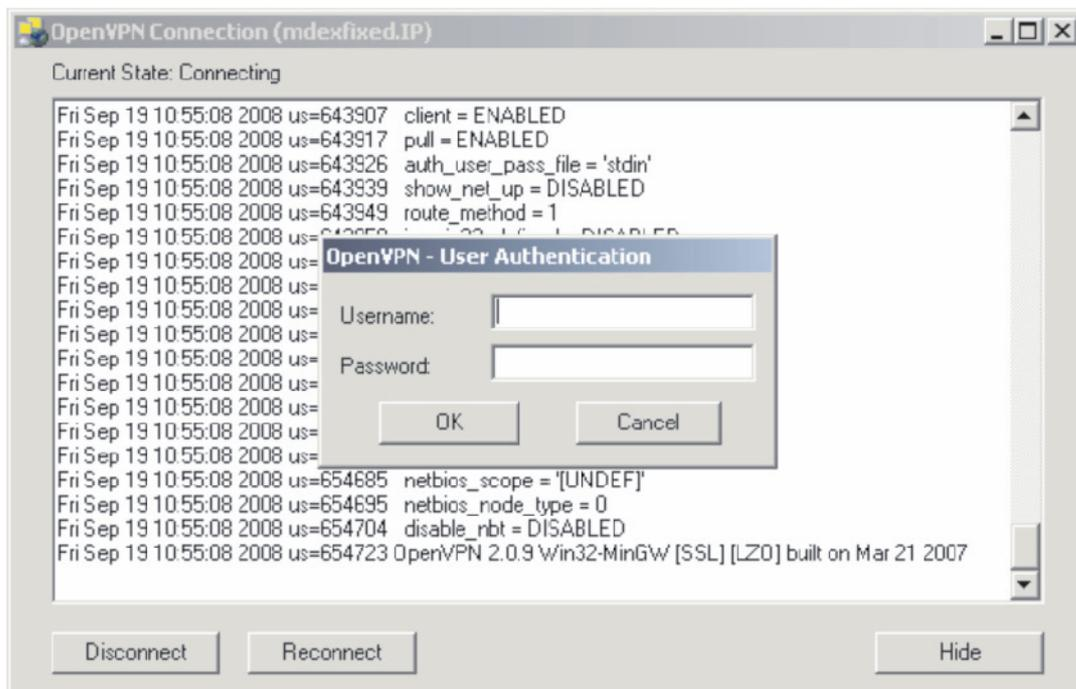

Figure 16 Établissement de la connexion dans OpenVPN
2. Saisissez le nom d'utilisateur et le mot de passe (Figure 16). Ces données sont fournies par le fournisseur de service VPN.